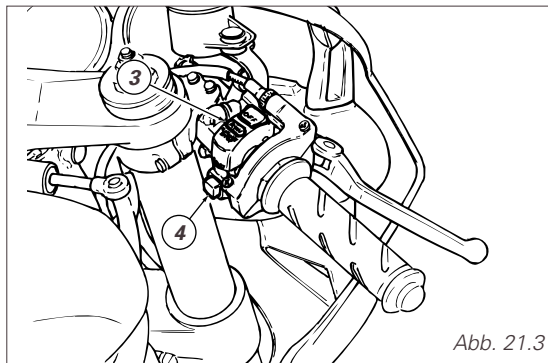

Abb. 21.3
3) Sich davon überzeugen, dass sich der Stopschalter (3, Abb. 21.3) auf **○ RUN** befindet, dann den Starterknopf (4) betätigen.